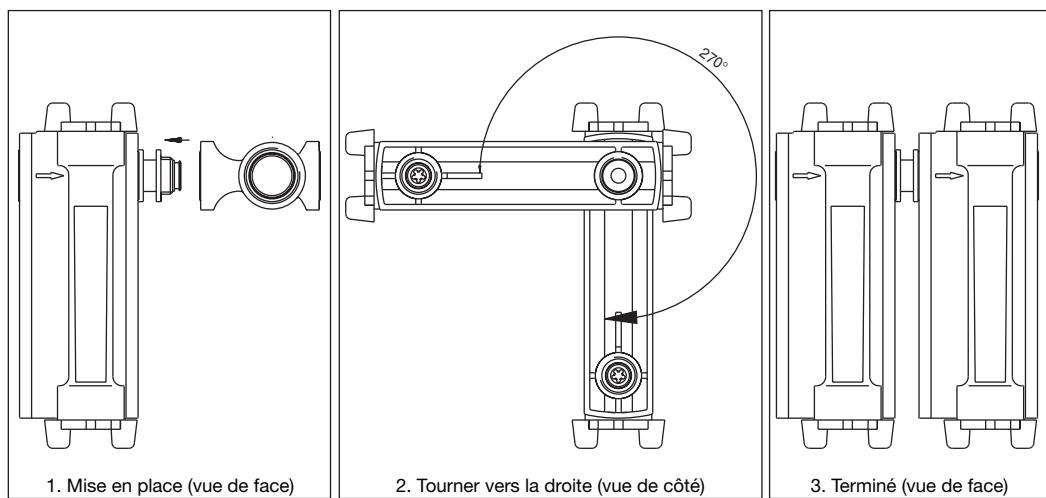

Figure 4
- ▶ Retirer le module à remplacer du bloc de modules (en suivant l'ordre inverse des opérations de la figure 4).
- ▶ Monter le nouveau module sur le bloc comme indiqué dans la figure 4.